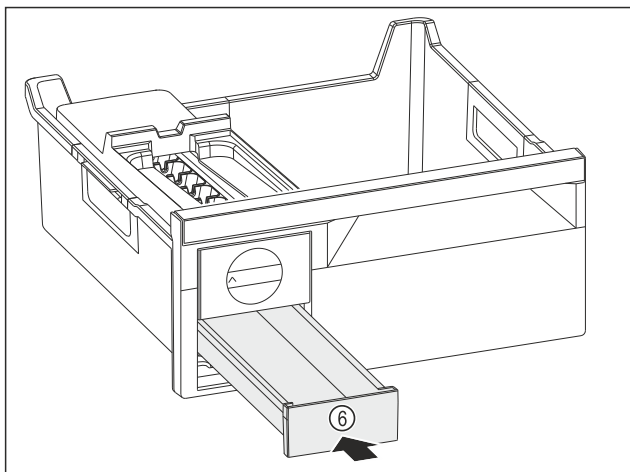

Fig. 83
- ▶ Eiswürfelschubfach Fig. 83 (6) einschieben.